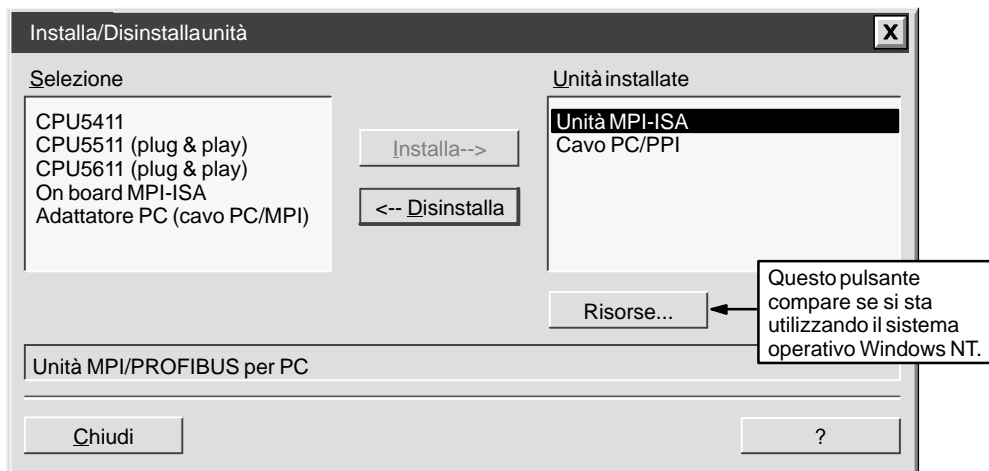

Figura 3-1 Finestra di dialogo Installa/Disinstalla unità
6. Al termine dell'installazione viene visualizzata la finestra di dialogo Installa/Disinstalla unità. Vedere la figura 3-1. L'hardware per la comunicazione del dispositivo (vedere il capitolo 3.2) può essere installato ora o in seguito (vedere il capitolo 3.3).
Si si usa Windows 95 o Windows NT 4.0, la finestra di dialogo Installa/Disinstalla unità viene visualizzata automaticamente al termine dell'installazione del software. Vedere la figura 3-1. Se si usa Windows 3.1, procedere nel seguente modo:
3. Fare clic sul pulsante "Installa...". Compare la finestra di dialogo Installa/Disinstalla unità. Vedere la figura 3-1.
Nella parte sinistra della finestra di dialogo Installa/Disinstalla unità compare un elenco dei tipi di hardware non ancora installati (vedere la figura 3-1). Nella parte destra compare l'elenco dei tipi di hardware già installati. Se si usa il sistema operativo Windows NT 4.0, sotto l'elenco degli elementi installati compare il pulsante "Risorse".